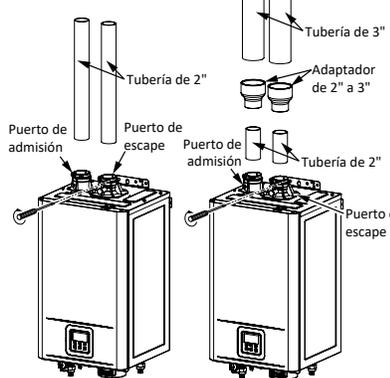

Figura 15 - Instalación de la tubería de ventilación
**1** Inserte la tubería recta de 2" de diámetro completamente en los puertos de conexión de escape/admisión hasta que esté completamente instalada (Consulte la Figura 15). Las tuberías se insertarán un mínimo de 1,5" (38 mm).
**2** Use un destornillador para apretar la abrazadera. (Consulte la Figura 15)
**3** Use los tornillos autorroscantes incluidos para fijar la ventilación a los puertos de admisión y escape, como se muestra en la imagen a la derecha. (Consulte la Figura 15)